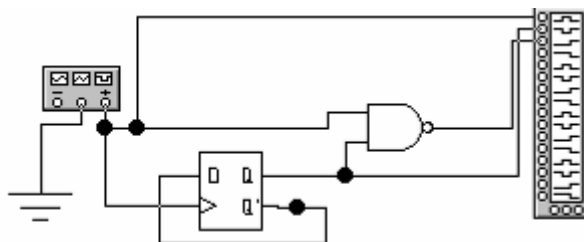

Fig. 10. Schema electrică a regimului dinamic cu elementul ȘI – NU.
5.6. Construiți schema electrică prezentată în Fig. 10.